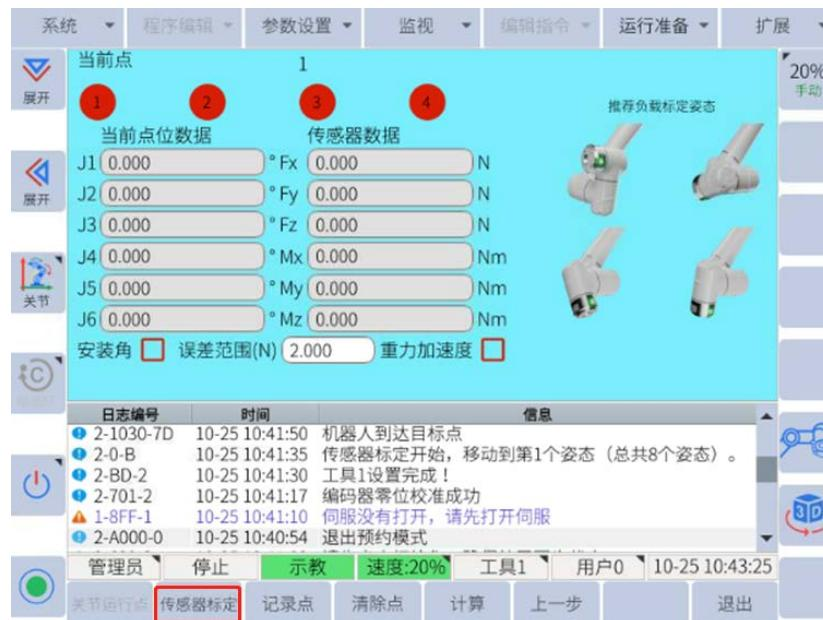

图 6-32: 传感器标定界面
- c. 按住伺服并点击**传感器标定**，长按伺服，此时机器人开始运动，直到界面提示“机器人到达目标点”后方可松开伺服，传感器标定界面如图6-32所示：